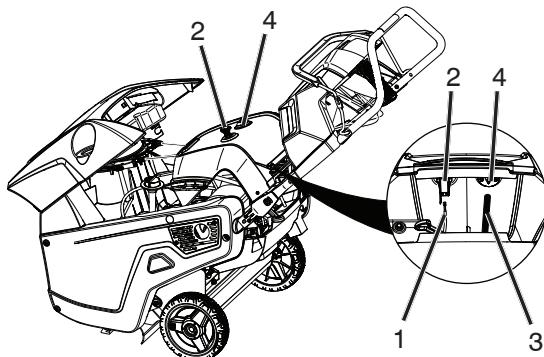

Figure 30
- Débrancher les câbles électriques à l'arrière du commutateur d'allumage (Figure 30).
20. Brancher le câble de bougie d'allumage à la bougie d'allumage (Figure 30).